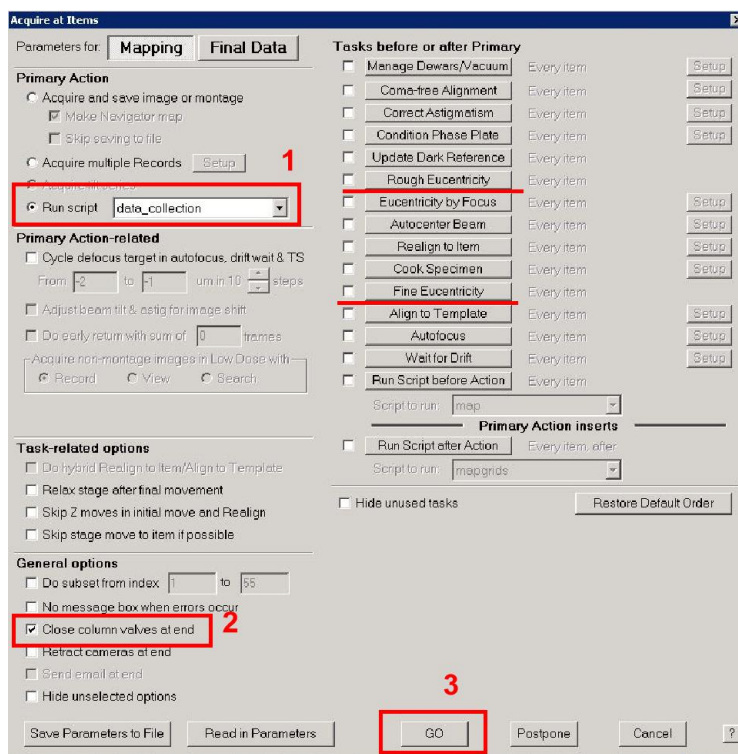

图 32
**6.3 运行收数据脚本：**如图 32 所示。Setup 参数和光检查无误后，在 Navigator 窗口中点击 acquire at itmes，需要勾选 Run script-data collection 和 Close column valves at end，注意将 Rough Eucentricity 和 Fine Eucentricity 的对勾取消掉，点击 Go 开始数据收集。